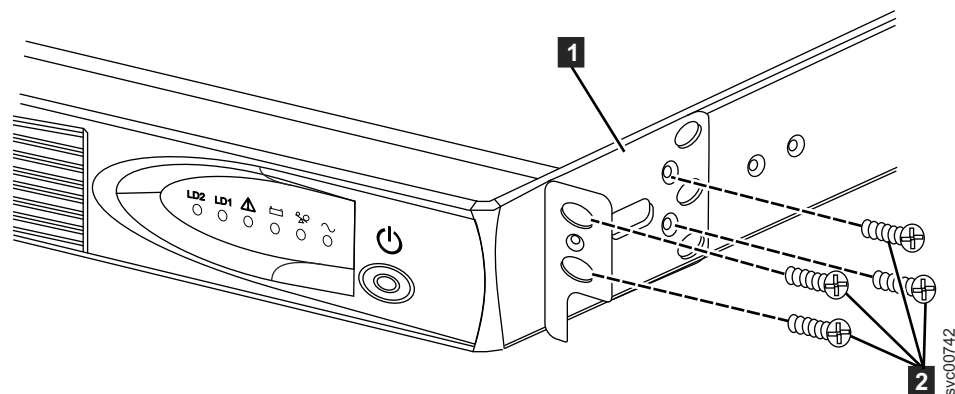

Figura 224. Instalando os Suportes de Montagem da UPS para 2145 UPS-1U
2. Em cada lado do 2145 UPS-1U, anexe a extremidade longa de um suporte de montagem para o 2145 UPS-1U usando quatro dos parafusos M3 × 6 fornecidos (**2** na Figura 224).